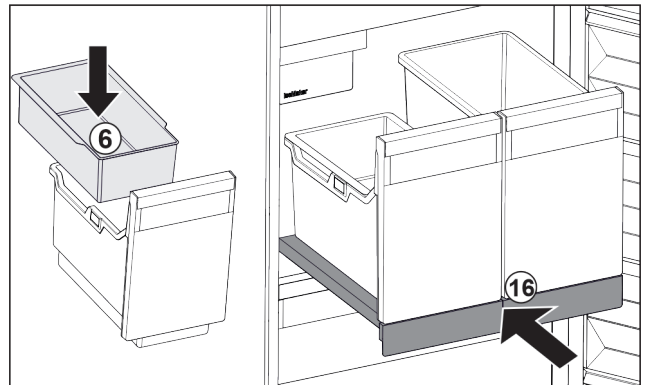

Fig. 29
- ▶ Installer le balconnet Fig. 29 (6) pour glaçons.
- ▶ Rentrer le compartiment coulissant avec le bac (IceTower). Fig. 29 (16)